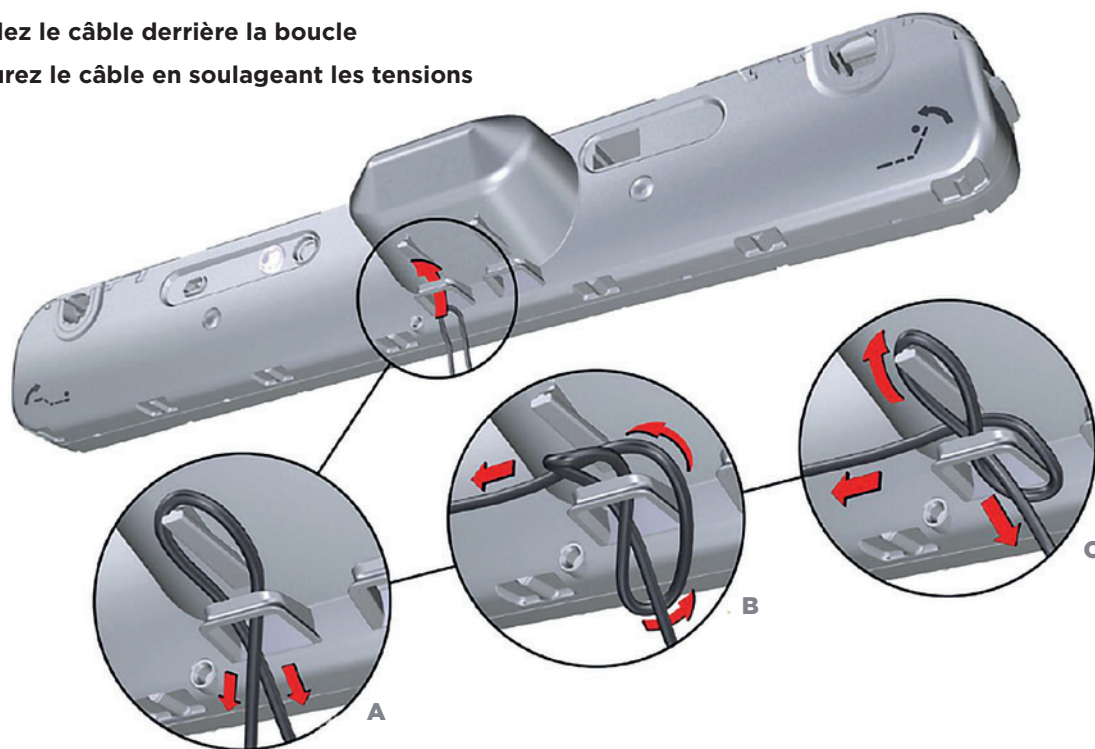

Figure 6. Raccordement du câble avec le moteur au travers du dispositif de soulagement de tensions. Transformateur PD15
2. PUSSEZ LE CÂBLE DANS UNE BOUCLE AU TRAVERS DU SOULAGEMENT DE TENSION (COMME ILLUSTRÉ SUR LA FIGURE 6).
3. PASSEZ D'ABORD LE CÂBLE DROIT EN-DESSOUS DU CÂBLE GAUCHE PUIS PAR DERRIÈRE ET AU TRAVERS DE LA BOUCLE (COMME ILLUSTRÉ AU POINT B SUR LA FIGURE 6).
4. PLACEZ LA BOUCLE SUR LE CONNECTEUR DANS L'UNITÉ ET TIREZ-LA LÉGÈREMENT VERS L'ARRIÈRE (COMME ILLUSTRÉ AU POINT C SUR LA FIGURE 6).